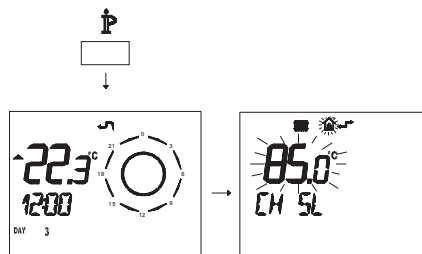

Figura 5.47
- Premere per più di 3 secondi il pulsante per entrare in modalità **INFO** (Figura 5.47).